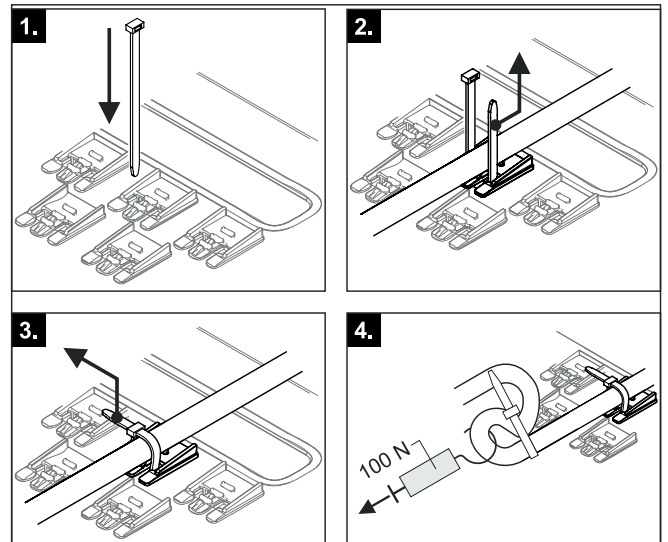

Fig. 54-34 Realizzazione e controllo dello sgravio della trazione
- 7 Per tutti i cavi collegati alla Daikin Altherma EHS(X/H) è necessario assicurare un efficace sgravio della trazione all'esterno del corpo della regolazione per mezzo di fascette fissacavi (passo 1 - 3, Fig. 54-34).
- 8 Controllare la forza di tenuta dello sgravio di trazione. (passo 4, Fig. 54-34).